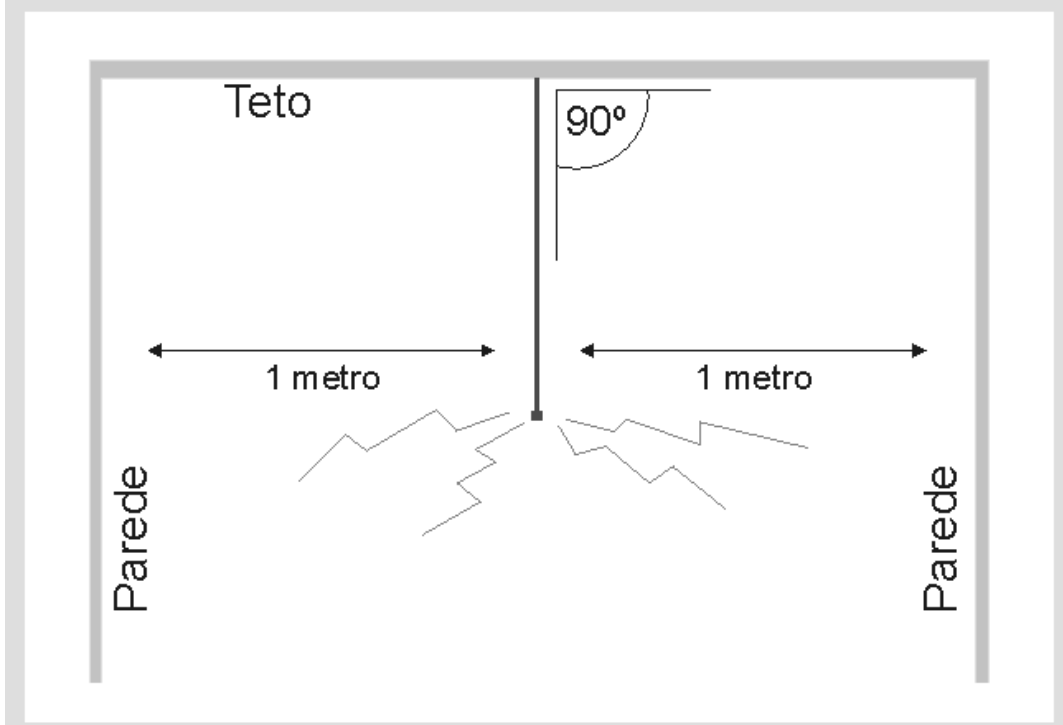

Figura 4
- A Antena não deve estar próxima de paredes, cantos, e outras barreiras. Para melhor funcionamento, a antena deve estar instalada na posição vertical e perpendicularmente ao plano onde estiver e com área livre ao seu redor de 1 m. Conforme figura 4.